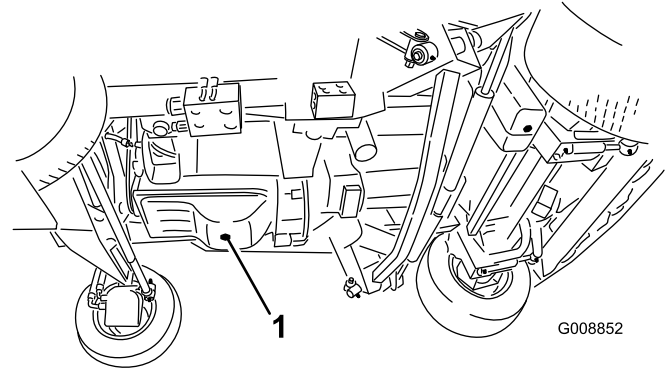

Figure 63
1. Retirez le bouchon de vidange (Figure 63) et laissez couler l'huile dans un bac de vidange. Remettez le bouchon quand la vidange est terminée.